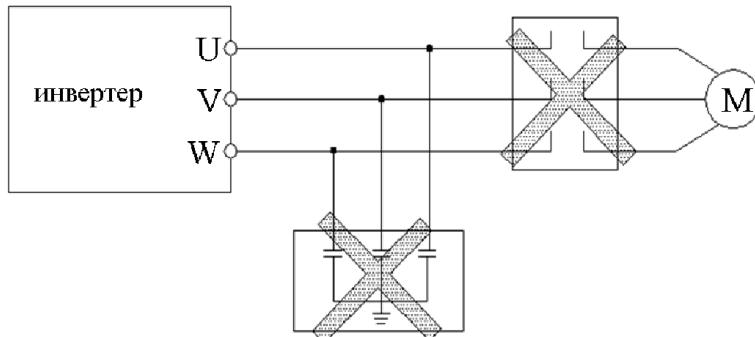

Рис.3-6 Запрещается подключать конденсатор или контактор.
- (1) После отключения питания перед подключением проводов подождите 10 минут во избежание поражения электрическим током.
- (2) Запрещается подключать питание к выходным клеммам U, V, W частотного преобразователя.
- (3) В случае внутренних утечек тока в частотном преобразователе, двигатель и частотный преобразователь, должны быть заземлены. См. примечание 8 главы 3.4.1.
- (4) Перед отгрузкой проводятся тест прочности на сжатия частотного преобразователя, поэтому потребителю не нужно снова проводить это испытание.
- (5) Не подключайте между выходом инвертера и двигателем конденсатор или электромагнитный контактор. Если же контактор или другой прерыватель необходимы, то убедитесь, что инвертер остановлен и на выходе отсутствует напряжение. (Рис.3-6)
- (6) Для обеспечения защиты частотного преобразователя от превышения тока на выходе, а также для удобства его обслуживания, необходимо его подключать к источнику питания через автоматический выключатель и пускател.
- (7) Для сигнальных проводов должен использоваться многожильный или экранированный кабель. Экран должен быть одним концом подключен к клемме заземления частотного преобразователя, второй конец экрана не подключается. Сигнальный кабель должен быть не длиннее 20м.